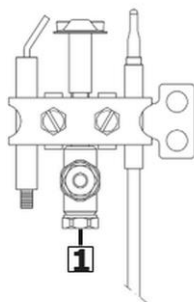

Abb. 8
- schrauben Sie die Schraubkappe **1** (Abb. 8) ab,